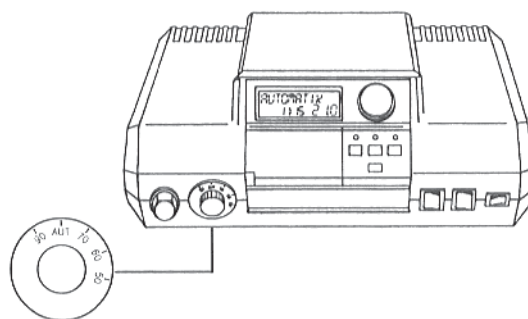

Рис. 3
5. Снять кнопку регулятора (рис. 3).